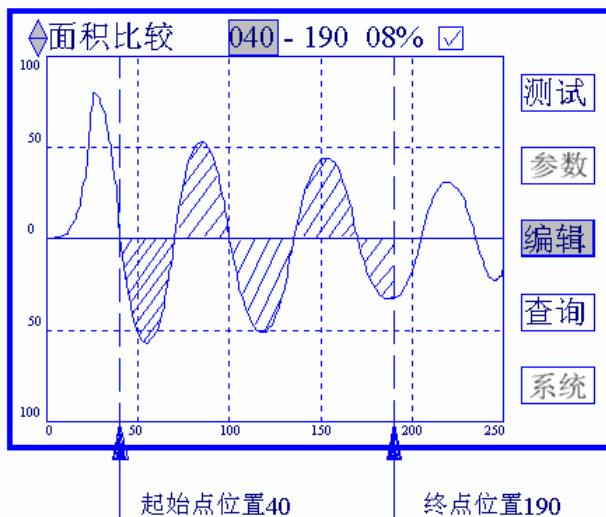

图 3
5. 3、按“”键，左边有一根竖虚线向右移动同时数据相应变动，按“”键，竖虚线向左移动同时数据相应变动。该线为面积比较的起始线，设定位置可参考图 3：
5. 5、按 “^” 键，右边有一根竖虚线向右移动同时数据相应变动，按 “v” 键，竖虚线向左移动同时数据相应变动。该线为面积比较的终点线，设定位置可参考图 3：